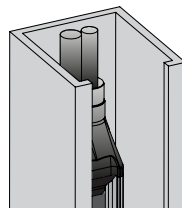

図 7: ドアブランク付きの GridScan/Pro (標準タイプ)
- ▶ 受光器側ユニットは、ドアコントローラ横のガイドレールに取り付けてください（図7）。